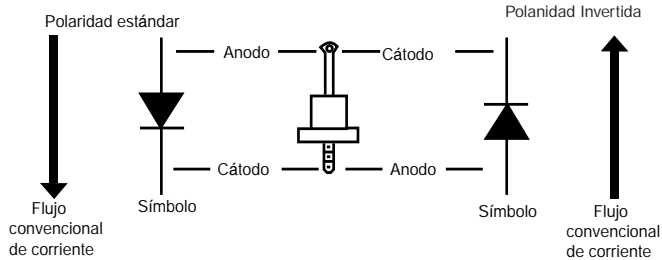

Figura E.1
1. Aisle el diodo en cuestión del resto del circuito y determine su polaridad a partir del diagrama de cableado y la Figura E.1.